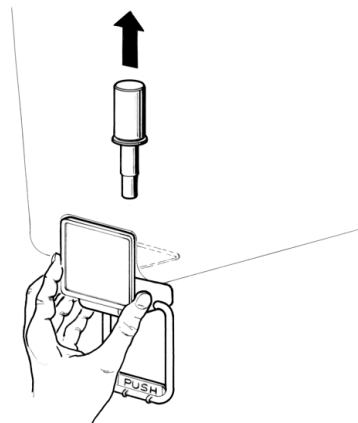

Bild 4
**5 Schwerkraftsventil:** den Kolben herausziehen und danach den Betätigungshebel des Ventils abmontieren (Bild 4).